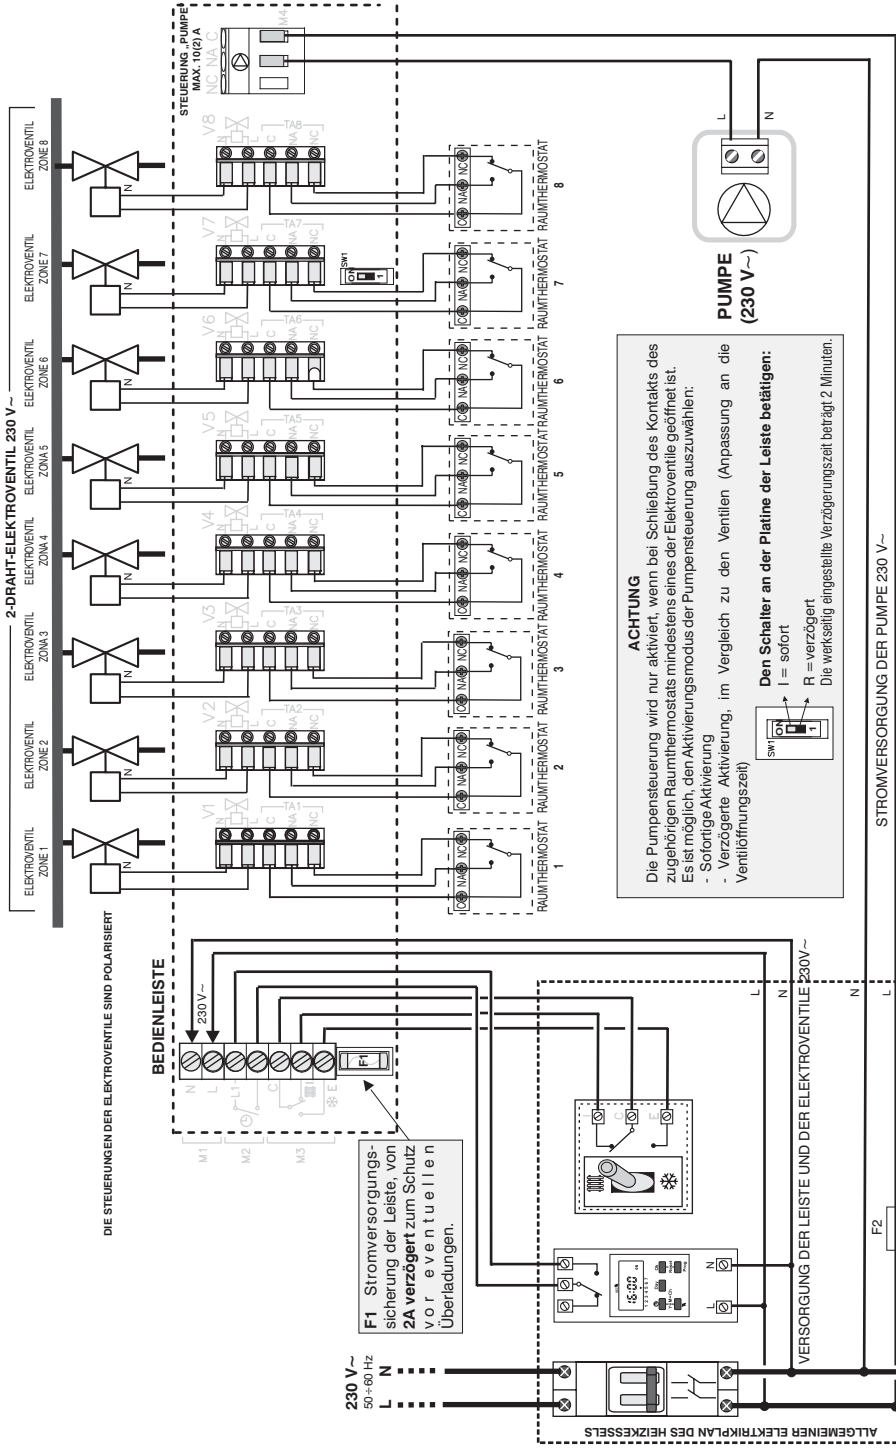

Abb. 9
- Die elektrischen Anschlüsse wie im folgenden Elektrikplan (Abb. 8) für die Modelle 4, 6 oder 8 Zonen vornehmen (siehe auch Beispiel eines Installationsplans auf der folgenden Seite - Abb. 9).